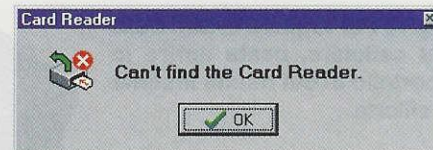

Fig.19 Se non avete collegato l'interfaccia al computer appare questo messaggio.
**Can't find the Card Reader** (vedi fig.19)